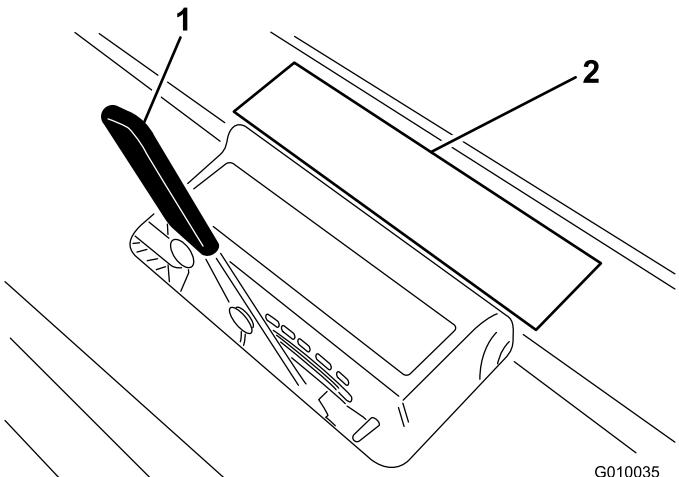

図 27
- タインの打ち込み深さチャート (図 27) の、希望する打ち込み深さの位置に、タインの端を合わせてみる。